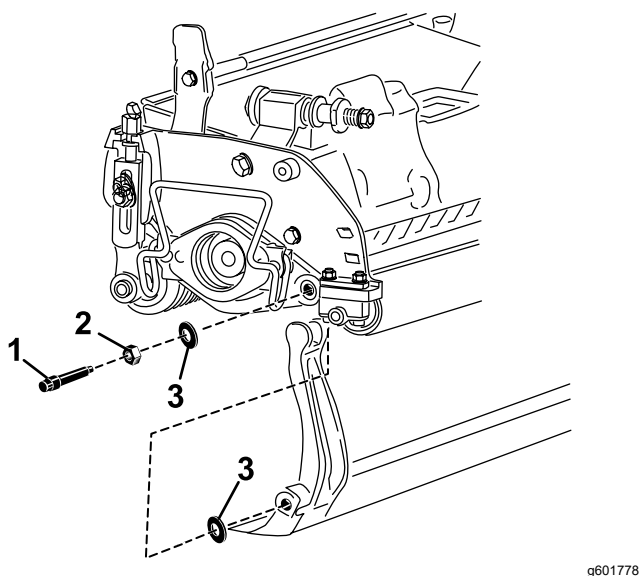

Figura 15
Asigurați-vă că la fiecare capăt al barei de cadru există 2 șaibe de nailon (Figura 15).
3. Amplasați o șaibă din nailon pe fiecare parte a butucului plăcii laterale. Amplasați o șaibă din oțel în afara fiecărei șaibe din nailon (Figura 15).